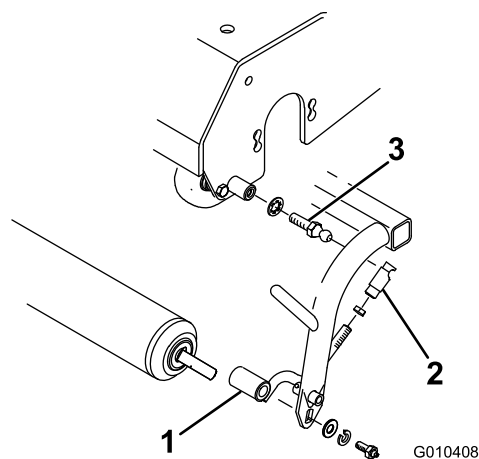

Рисунок 7
4. При монтаже комплекта тройного катка на тяговый блок **Greensmaster 3050, 3100 или 3150** установите на каждый конец тройного катка шаровые пальцы малого диаметра и шайбы (Рисунок 7). Отрегулируйте звенья, выдвинув их вперед до упора.